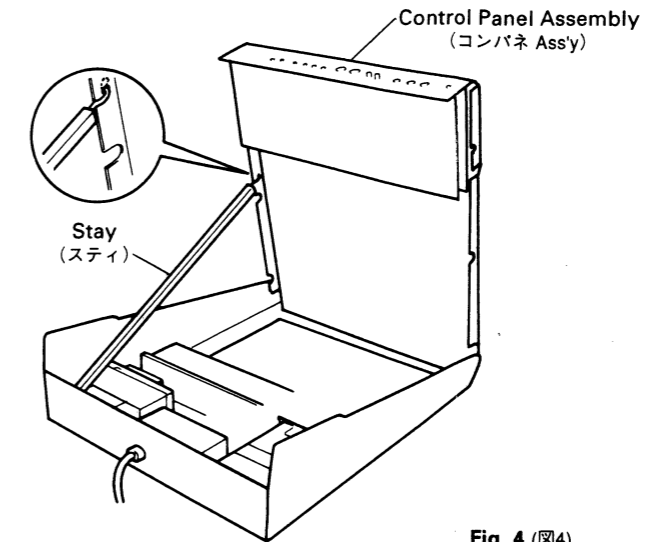

Fig. 4 (図4)
- 1-4 When removing the connector assemblies support the control panel firmly by using a stay. (Fig. 4)
- 1-4 コネクタを外すときは、図4の様にステイでコントロールパネルを支えています。
- 1-4 コネクタを外すときは、図 4 の様にステイでコントロールパネルを支えて行います。